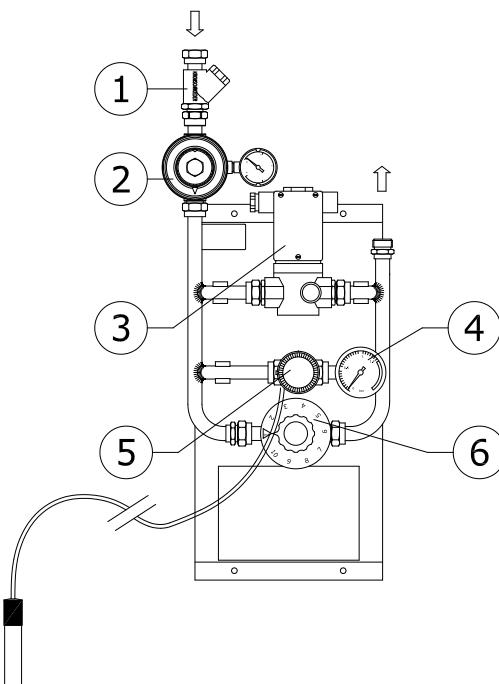

Fig. 2
- Activar la válvula eléctrica desde el sistema de control (fig.2), colocar el cabezal termostático en la posición Δ y ajustar la presión de salida (según modelo) mediante el regulador de entrada (2) y comprobar la presión en el manómetro de salida (4)
- Reajustar la presión de salida mediante el regulador de entrada (2) una vez que todos los radiadores estén encendidos.
- Enable the electro valve from the control system (fig. 2), set the thermostatic head in position Δ and set the outlet pressure (depending on the model) using the inlet regulator (2), and check the pressure in the outlet pressure gauge (4).
- Re-set the outlet pressure using the inlet regulator (2) once all the brooders are switched on.
- Activer la soupape électrique depuis le système de contrôle (fig. 2) et régler la pression de sortie (selon modèle) à l'aide du régulateur d'entrée (2) et vérifier la pression sur le manomètre de sortie (4).
- Réglage à nouveau la pression de sortie à l'aide du régulateur d'entrée (2) une fois que tous les radiateurs seront allumés.